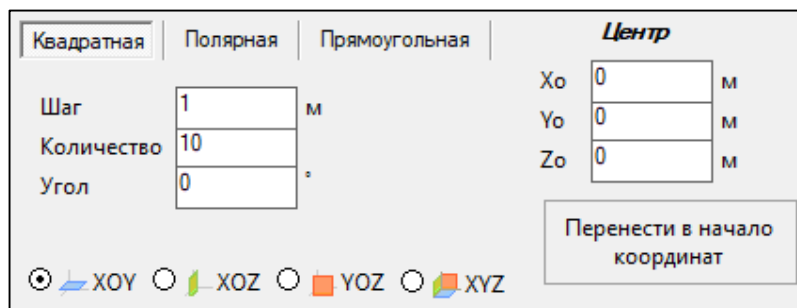

Рис. 2.4. Координационная сеть
• **Координационная сеть** — вспомогательный инструмент для создания и позиционирования фрагментов расчетной схемы относительно друг друга (рис. 2.4). Для редактирования стандартного вида сети можно изменять следующие параметры: